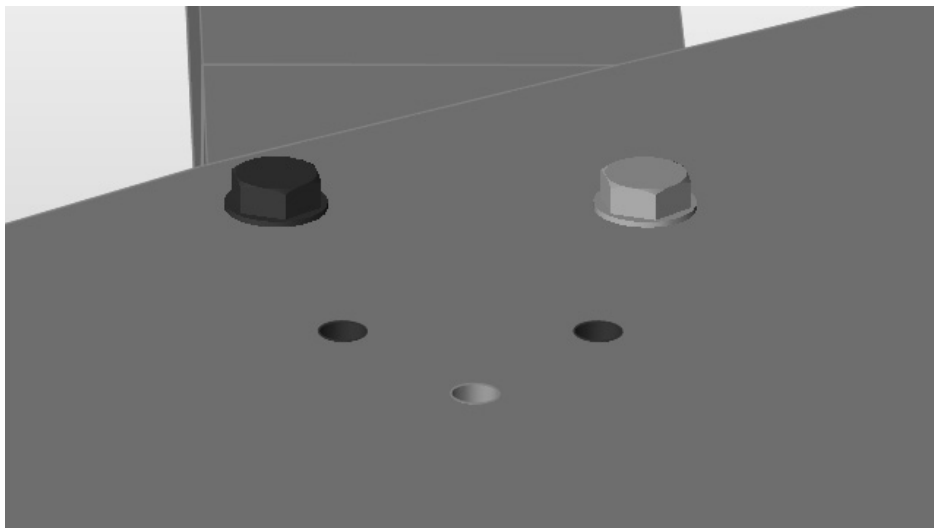

图 11-9
2) 单击上方的两个孔，如图 11-9 所示。因为这是两个通孔，所以 Inspire 将自动创建螺母和螺栓。